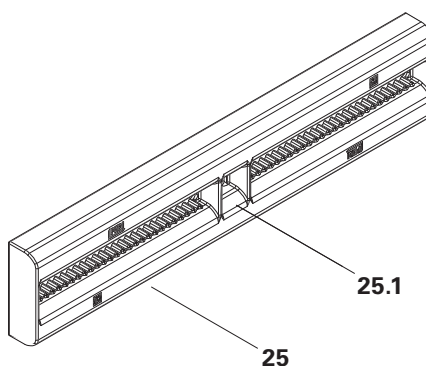

Fig. A3.10
La filière de compensation LWR 60 (22) s'utilise comme élément d'assemblage assurant raidissement, alignement et transfert des efforts. (Fig. A3.10)